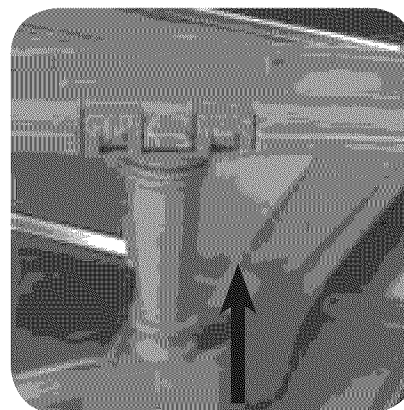

FIGURE 33
2. Saisir et soulever le bas gicleur, figure 33.